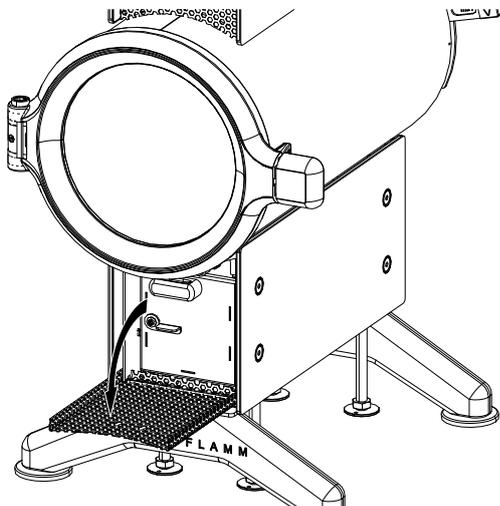

Fig. 22: Rabattre le cache perforé vers le bas
- 1) Rabattre le cache perforé vers le bas (voir la figure 22).